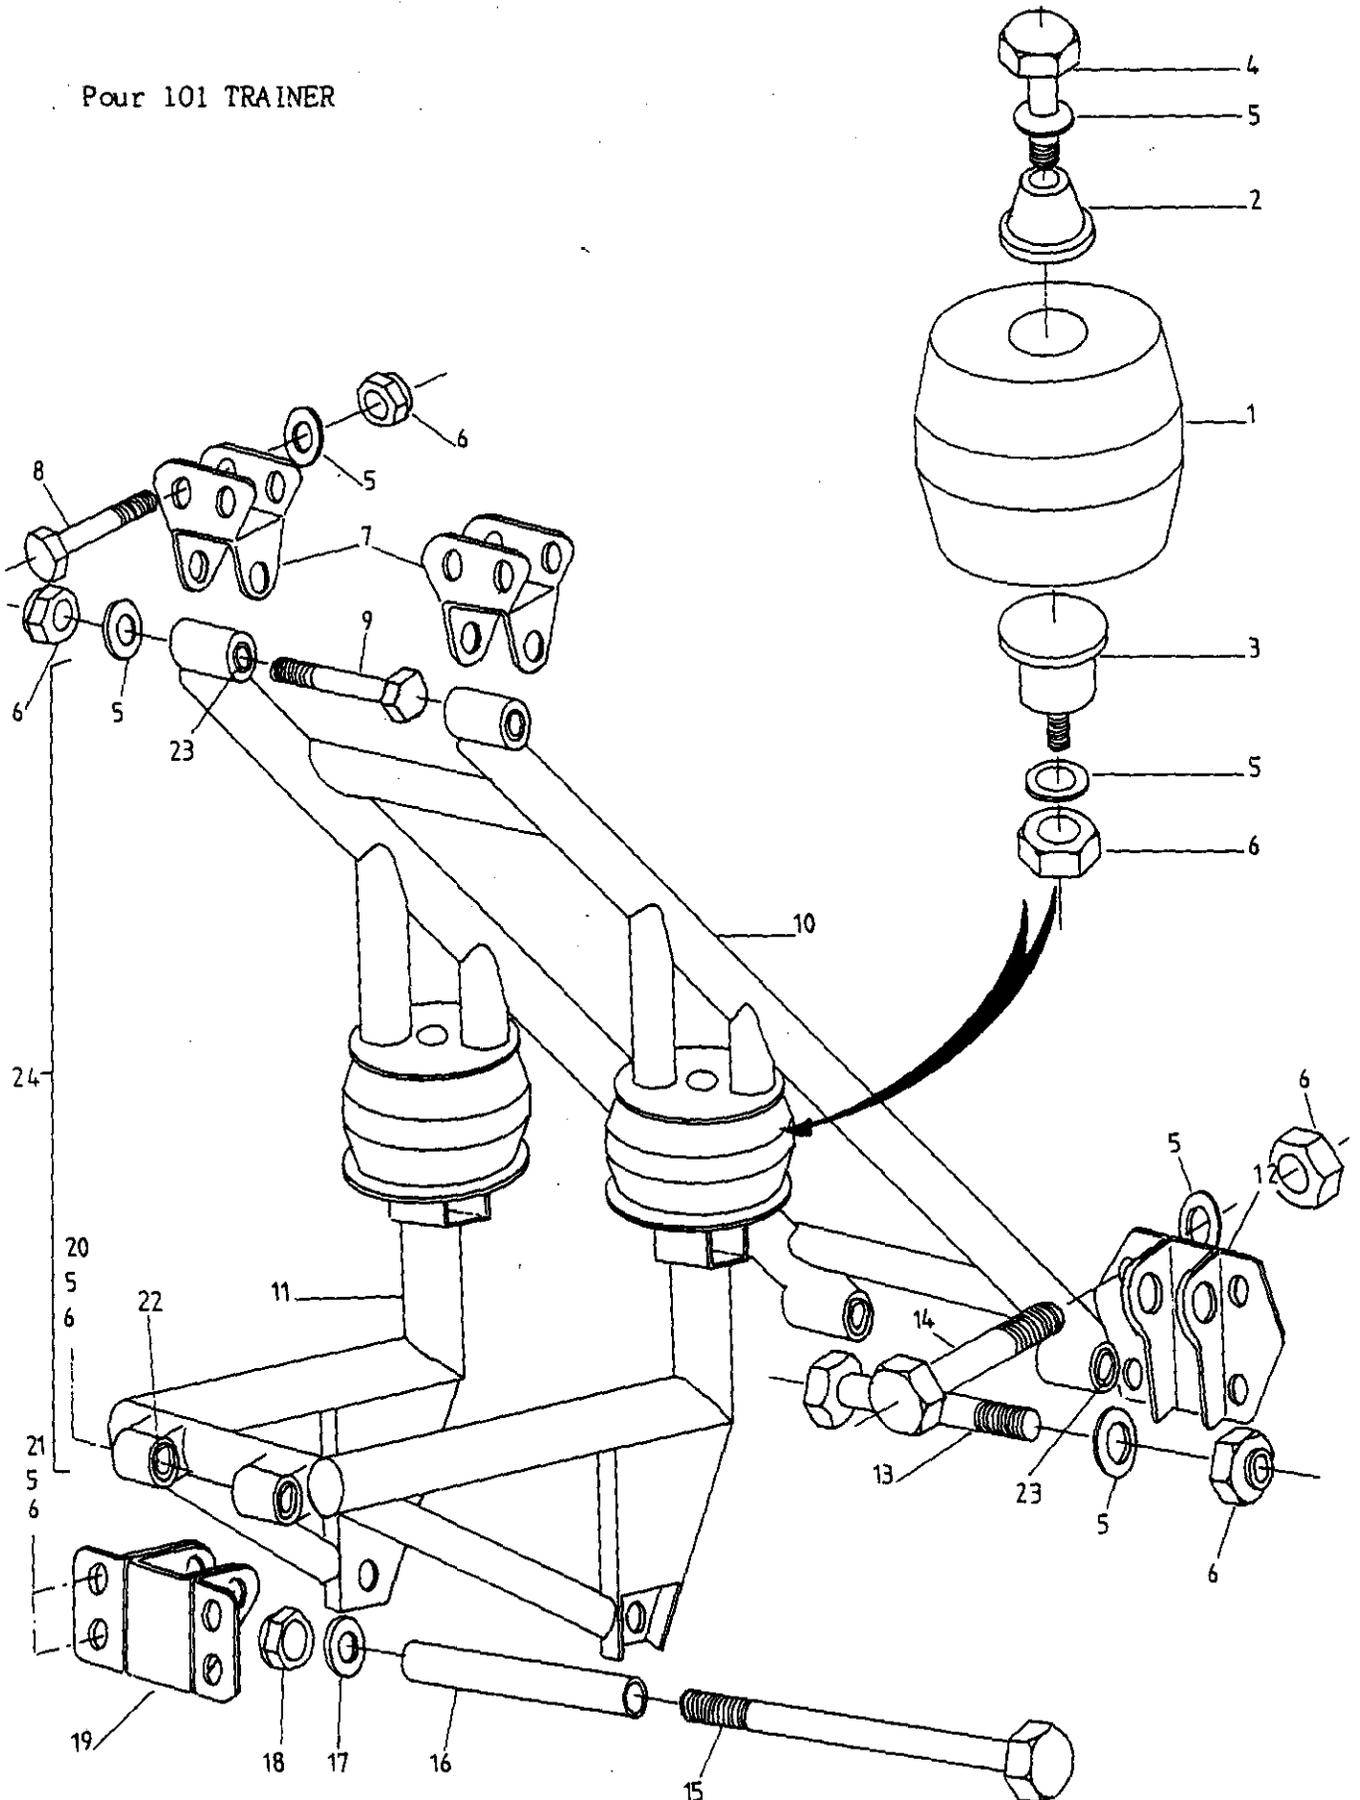

Figure 18
- Figure 18 : Ensemble du train fixe